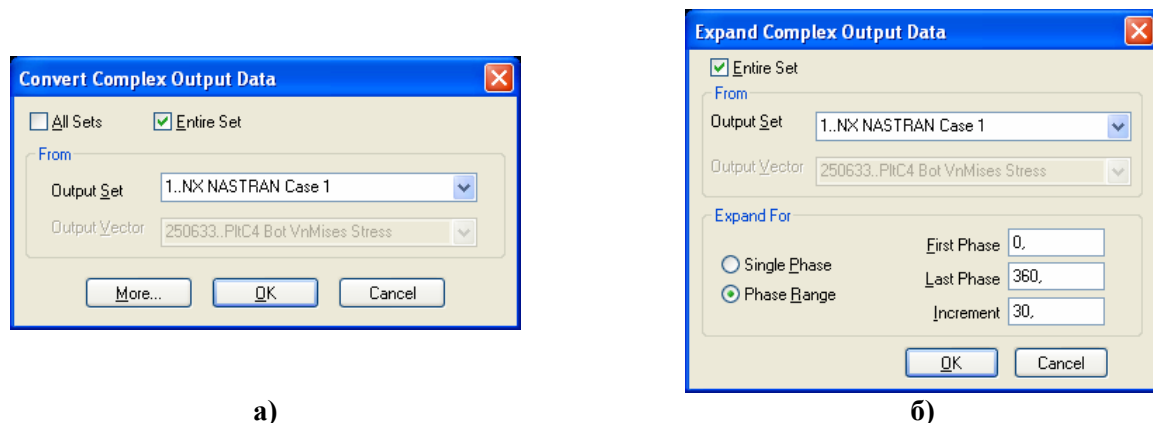

Рис.9.6. Діалогові панелі створення комплексів: а) – звичайних; б) – розширених
- створення комплексів з амплітудних та фазових значень, які є у вказаних наборах даних та векторах (**Convert Complex...**), а також проведення зворотного перетворення (див. рис.9.6-а). Це буває необхідно при аналізі результатів динамічних задач;
- створення нового комплексного набору даних у вказаних фазових інтервалах (**Expand Complex...**). Основою є вказані набори даних та вектори. Якщо на діалоговій панелі (див. рис.9.6-б) обрати „**Single Phase**” (одна фаза), буде створено набір для вказаного значення „**First Phase**” (початкова фаза). Для випадку „**Phase Range**” (діапазон фаз) ще необхідно вказати „**Last Phase**” (остання фаза) та „**Increment**” (фазовий крок). **Увага:** для значення, яке вказано у полі „**Last Phase**”, нові дані не створюються.